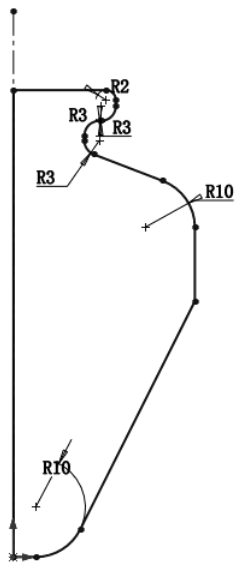

图 5-24 旋转草图
2) 弹出“旋转”属性管理器，选择图 5-24 所示的闭环旋转草图及基准轴，同时在右侧的图形区中显示生成的旋转特征，如图 5-25 所示。